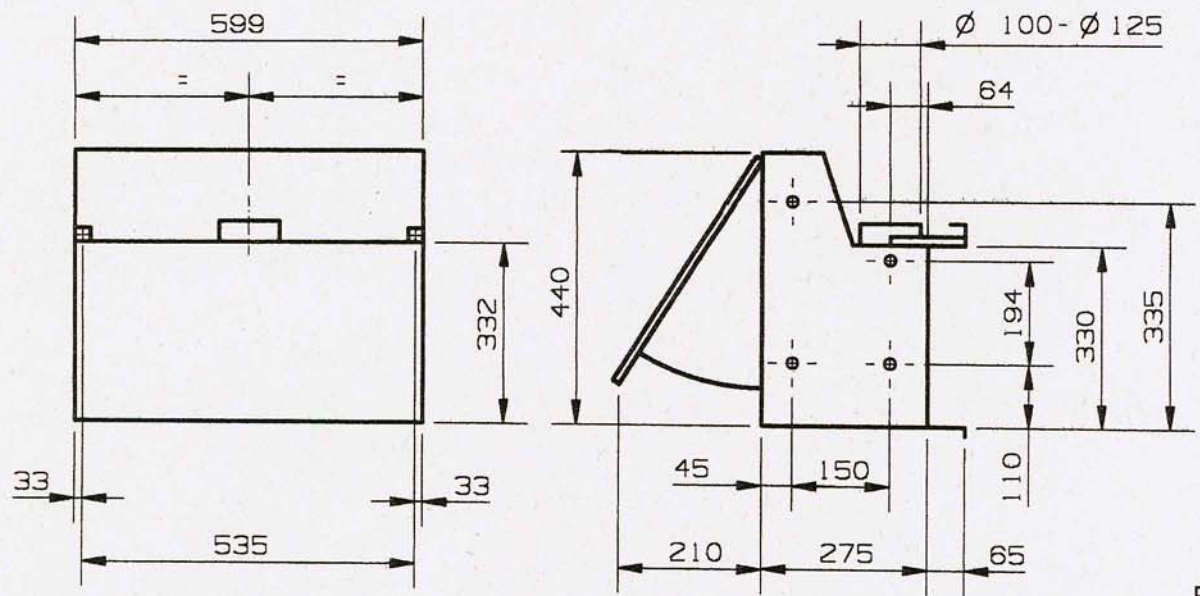
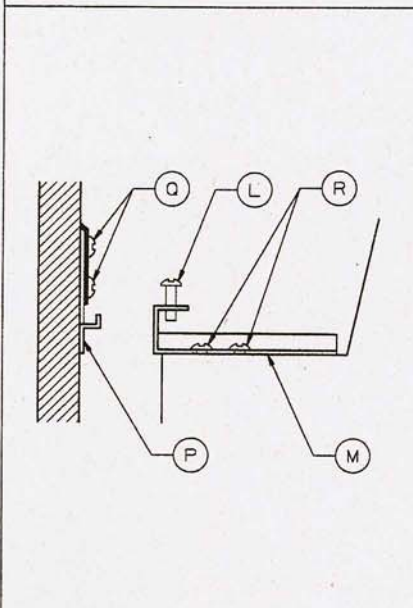

Fig. 3
Fig. 4
- 1º Fijar las dos grapas P a la pared (Fig. 4) teniendo en cuenta las dimensiones de la campana indicadas en la (Fig. 3).
- 2º Arrimar los estribos de suspensión M a las grapas P (Fig. 4). Para lograr la profundidad deseada, hacer salir los tornillos R, arreglar los estribos y roscar nuevamente los dos tornillos.
- 4º Para arreglar la altura y la horizontalidad del aparato obrar con los tornillos L (Fig. 4) roscándolos o haciéndolos salir según necesidad.